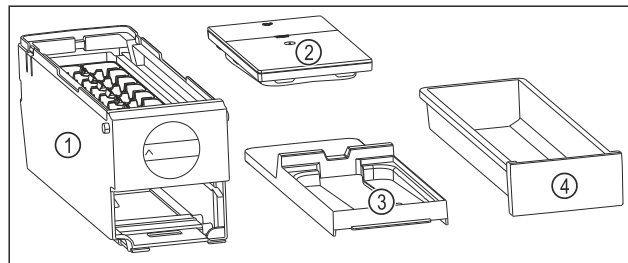

Fig. 167 Bestandteile des EasyTwist-Ice
- EasyTwist-Ice ist in vier Teile zerlegt. (siehe Fig. 167)
- ▶ EasyTwist-Ice nur in abgebildete Bestandteile zerlegen. (siehe Fig. 167)
- ▶ EasyTwist-Ice-Korpus Fig. 167 (1) als Ganzes reinigen.